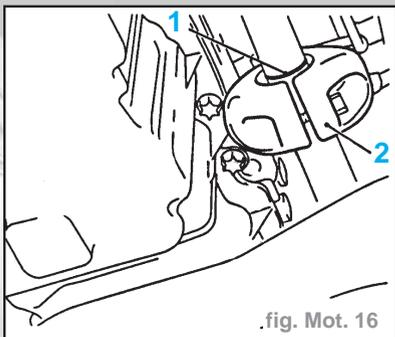

fig. Mot. 16
- Repérer la position du contrepoids d'équilibre d'arbre de roue droit (1). Démontez (2) (fig. Mot. 16).